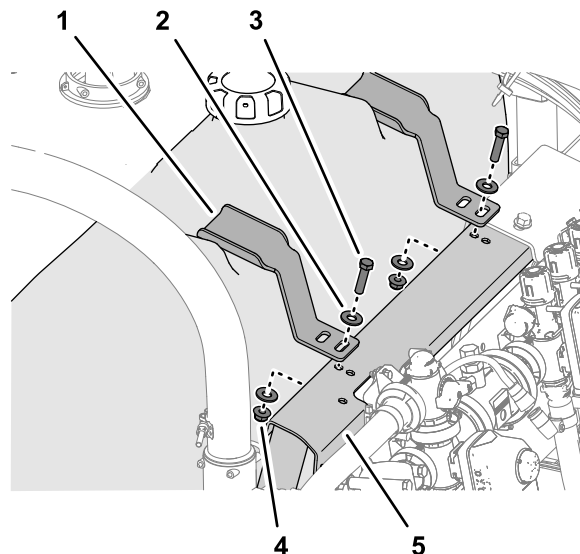

Bild 16
1. Fluchten Sie die Befestigungshalterung mit den Verjüngungen aus, die in die Oberseite des Spülbehälters eingegossen sind (Bild 16)
2. Fluchten Sie den Schlitz in der Befestigungshalterung mit dem Loch in der Ventilbefestigung aus (Bild 16).
3. Montieren Sie die Befestigung mit einer Schraube ($\frac{3}{8}$ " x 1 $\frac{1}{2}$ "), zwei Scheiben ($\frac{3}{8}$ ") und einer Sicherungsbundmutter ($\frac{3}{8}$ "), die Sie in Entfernen des Spülbehälters \(Seite 6\) entfernt haben, lose an der Ventilbefestigung (Bild 16).
4. Wiederholen Sie die Schritte 1 bis 3 für die andere Befestigung an der anderen Vertiefung im Spülbehälter (Bild 16).